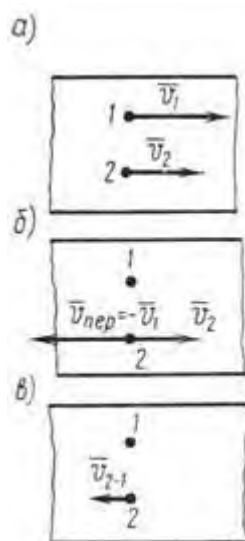

Рисунок 19
3. Два автомобиля 1 и 2 движутся параллельно друг другу в одну и ту же сторону со скоростями  $V_1 = 80$  км/ч и  $V_2 = 60$  км/ч (рис. 19, а). С какой скоростью второй автомобиль двигается относительно первого?